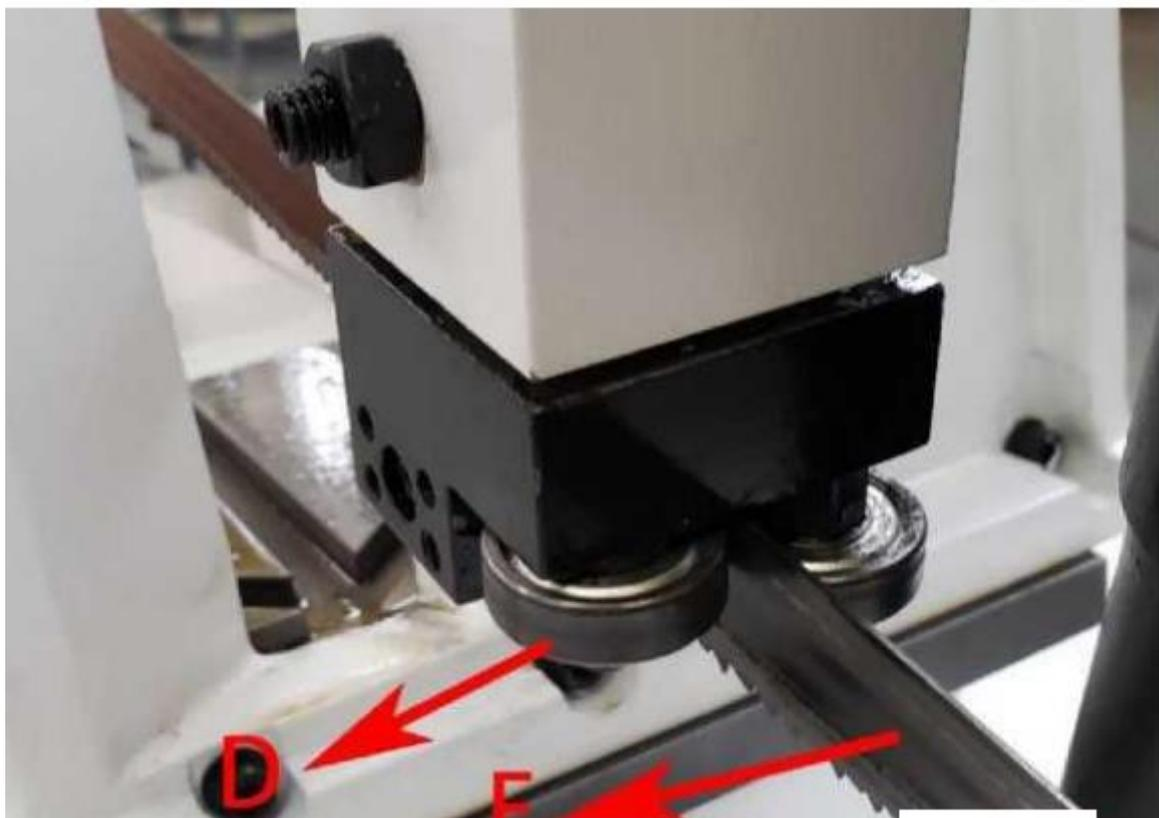

Рис. 8
8. Вставьте пильную ленту (F) до упора в роликовый подшипник направляющей (D) так, чтобы задняя кромка (спинка) ленты была обращена к кронштейну направляющей (см. Рис. 8).